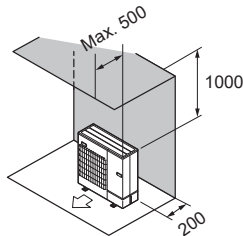

Fig. 2-8
- ② Hindernisse nur auf der Rück- und Oberseite (Fig. 2-8)